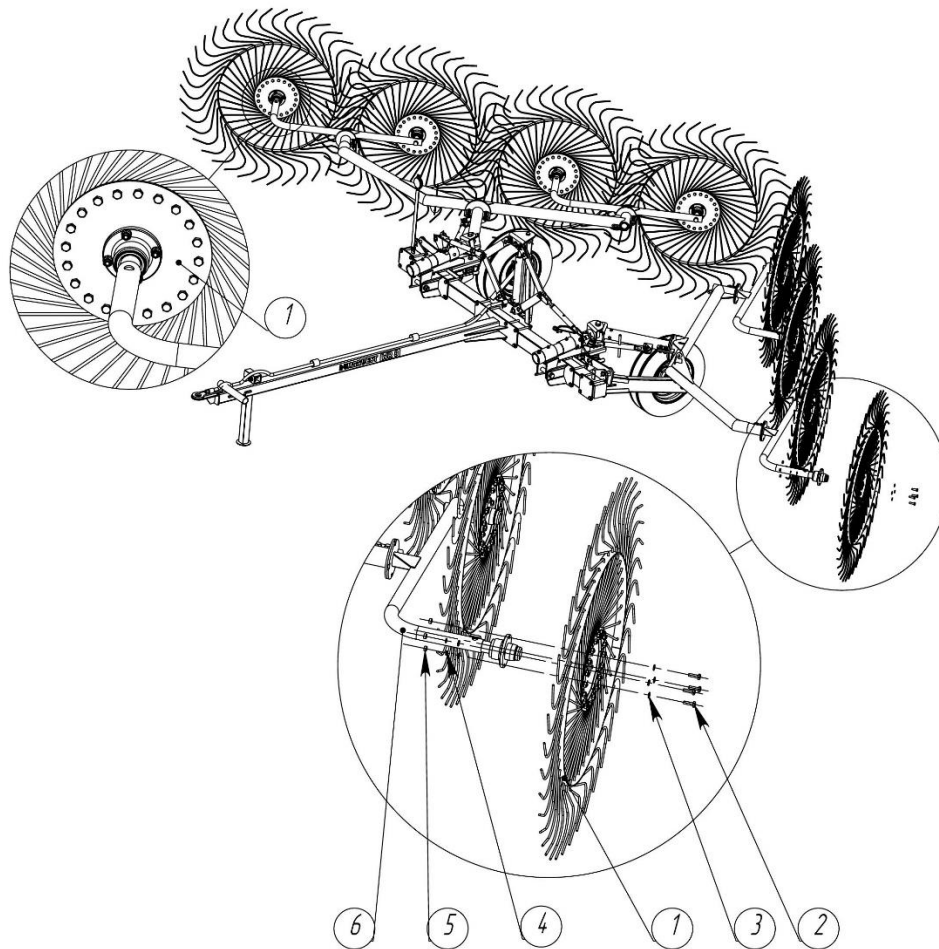

Рисунок 13 – Установка рабочего колеса
Рабочее колесо (1) необходимо установить, стороной с головками болтов стороной к граблям, чтобы отогнутые концы пальцев в верхней части колеса были направлены в сторону заднего конца секций как показано на (Рисунок 13), на ступицу малого бруса (6), зафиксировать болтами (2), шайбами (3), пружинными шайбами (4), гайками (5) (Рисунок 13). При этом колесо должно легко вращаться. Если наблюдается заедание или осевой люфт (который не должен превышать 1 мм), снимите крышку ступицы и ослабьте крайнюю гайку, отрегулируйте зазор подшипника.